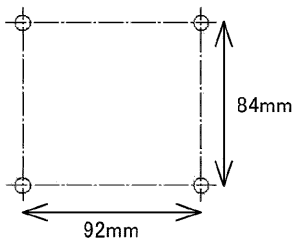
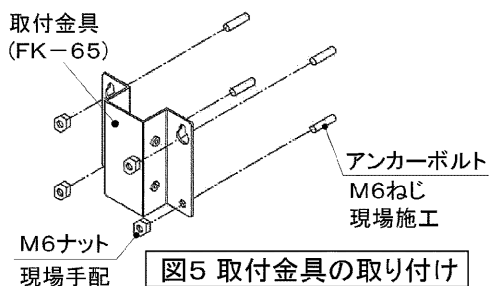
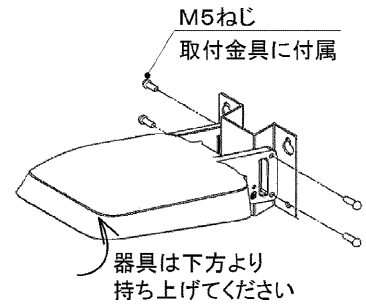

図4 取付寸法
図5 取付金具の取り付け
図6 器具の取り付け
●壁面に取り付ける場合 (図4) (図5) (図6)
1. 図4の取付寸法で壁面にアンカーボルトを施工してください。
2. 取付金具はアンカーボルトと取付ナットにて堅固に締め付けてください。(図5)
3. 金具の凸部に對し器具を下方から持ち上げ、取付金具の同梱ねじ4本にて、取付金具と器具を(図6)のように締め付けてください。